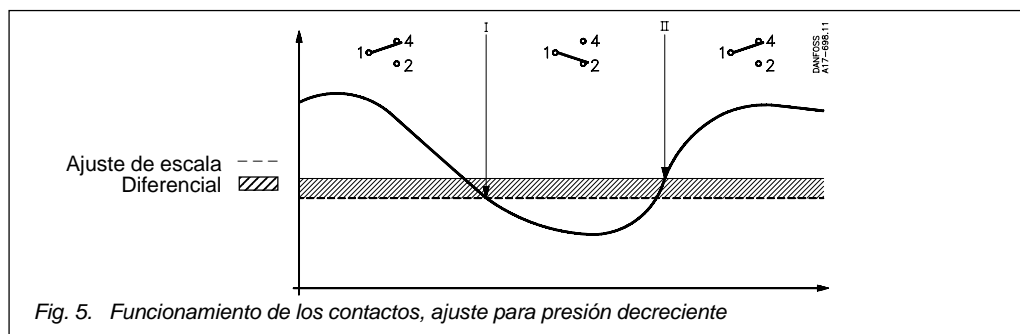

Fig. 5. Funcionamiento de los contactos, ajuste para presión decreciente
b. Todos los demás presostatos RT Cuando la presión cae al valor ajustado en el rango, los contactos 1-2 se cierran y los contactos 1-4 se abren. Los contactos vuelven a su posición original cuando la presión sube de nuevo hasta el valor ajustado en el rango más el diferencial. Véase fig. 5.